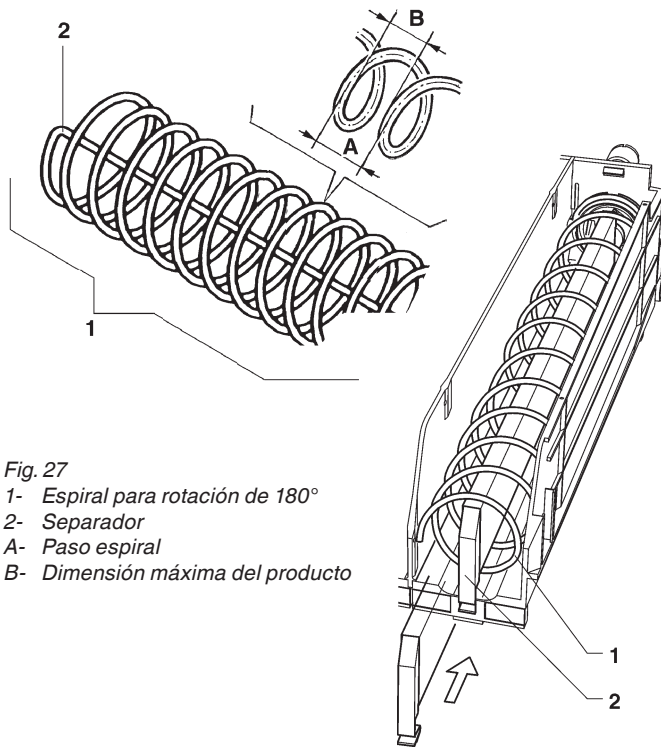

Fig. 27
- un espiral especial con un separador (véase la fig. 27)
Es posible introducir un separador aún en espirales ya presentes (véase la fig. 27)